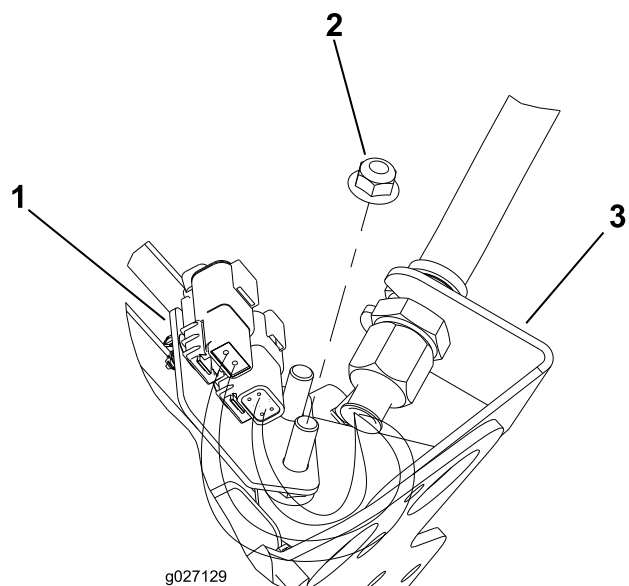
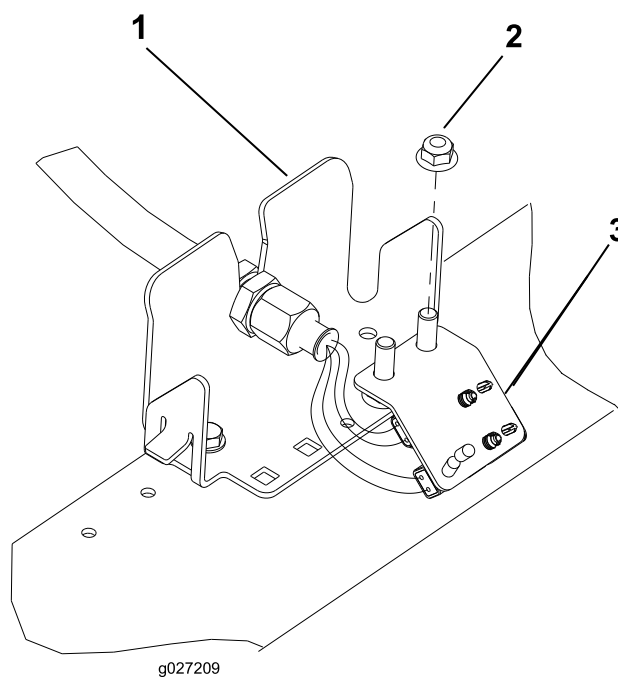

Figure 12
Figure 15
6. Répétez la procédure pour les 4 autres plaques de fixation, comme montré de la Figure 12 à la Figure 15.